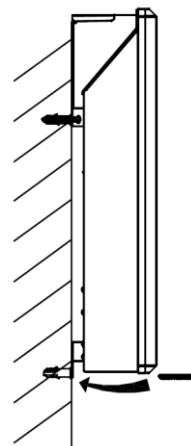

Рис.4
- Снова повесьте нагреватель на стену, вставьте и закрепите винты ST4*40 в два нижних отверстия (Рис.4).